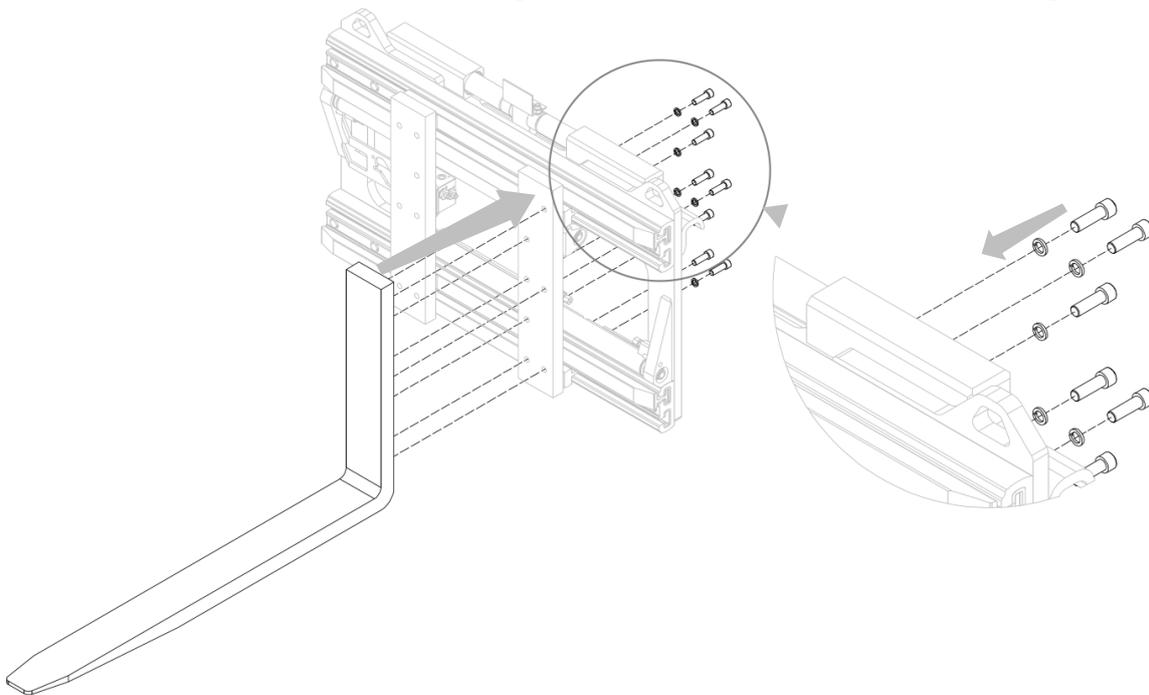

Abbildung 11
2. Befestigen Sie die Gabelzinken an den entsprechenden Gleitprofilen mittels der dafür vorgesehenen Schrauben (siehe *Abbildung 11*).